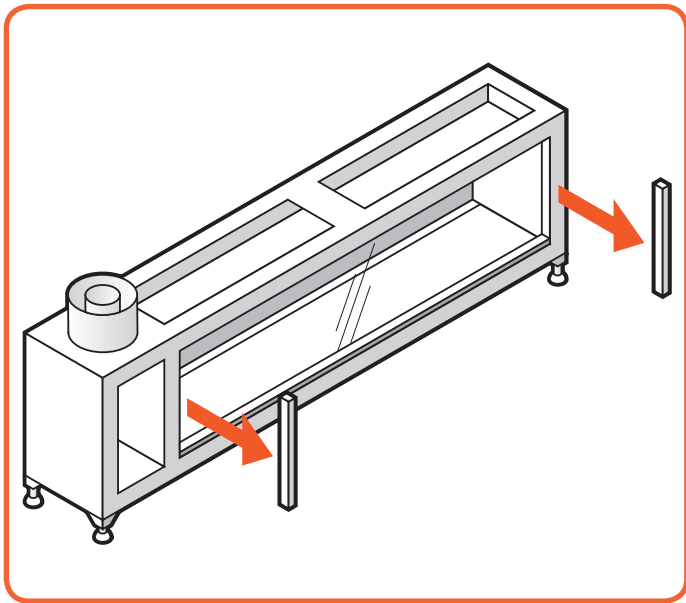

Abbildung 10.2 - Abnehmen der Seitenverkleidungen
- Entfernen Sie beide Seitenverkleidungen. Sie werden durch magnetische Clips gehalten (Abbildung 10.2).